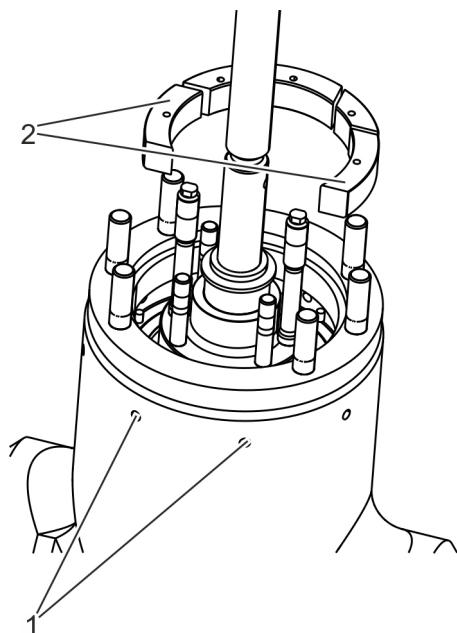

Fig. 28: Retirar los segmentos
3. ➤ Golpee hacia dentro los segmentos (Fig. 28/2) a través de los orificios de extracción exteriores (Fig. 28/1) con el punzón de extracción.
4. ➤ Extraiga los segmentos (Fig. 28/2).